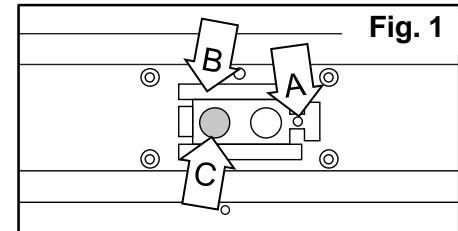

Fig. 1
5. Replacez la plaque d'accès (B) sur le luminaire et fixez-la avec la vis (A) précédemment retirée. [Fig. 1]